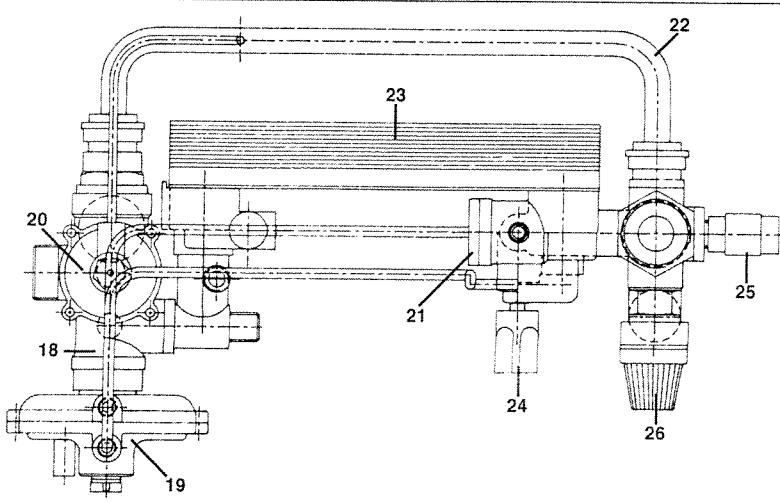

Figura 11
- svuotare l'impianto, se possibile limitatamente alla caldaia, mediante l'apposito rubinetto di scarico (25 figura 11 a pagina 22);
- togliere i due tubetti di collegamento (figura 11 a pagina 22) tra il gruppo precedenza sanitario (19) ed il sensore di flusso (21);
- vaciar la instalación, posiblemente sólo la caldera, por medio del especial grifo de desagüe (25 figura 11 en página 22);
- Quitar los dos tubos de conexión (figura 11 - página 22) entre el grupo de precedencia sanitario (19) y el sensor de flujo (21).